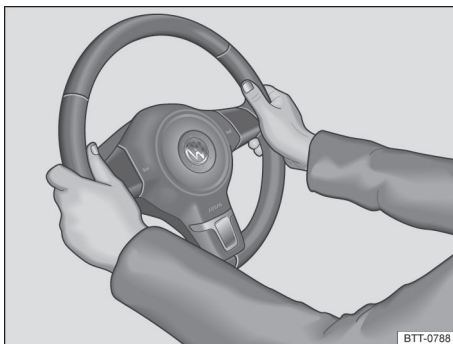

Fig. 72 No volante: posição 9 e 3 horas.
- Ajustar o volante de forma que possa ser segurado lateralmente com ambas as mãos, com os braços ligeiramente arqueados, na borda externa, na *posição das 9h e 3h* \Rightarrow Fig. 72.
- Durante a condução, sempre segurar o volante com ambas as mãos lateralmente na borda externa na *posição das 9h e 3h* \Rightarrow Fig. 72 para reduzir ferimentos causados pelo acionamento do airbag frontal do condutor.